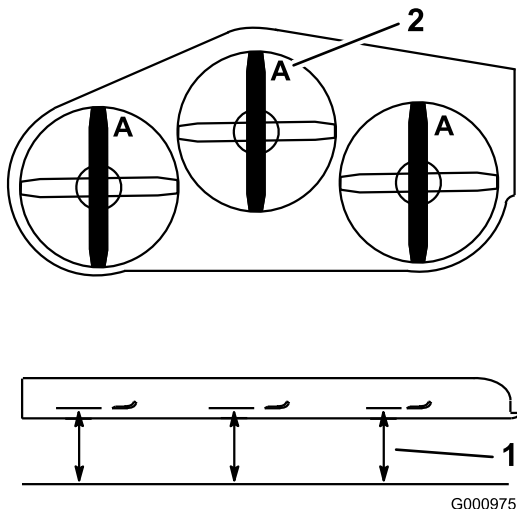

Figure 104
3. Tournez les lames dans le sens longitudinal (**Figure 104**).
4. Mesurez la distance entre la surface plane et le tranchant (position **A**) des lames (**Figure 104**)